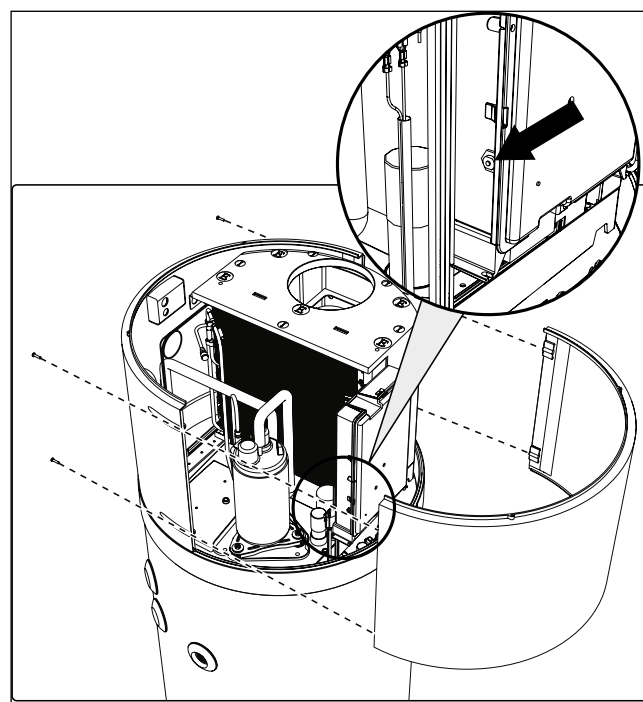

fig. 72- Extracción del panel frontal
- Retire el panel frontal y restablezca manualmente el termostato de seguridad accionado (fig. 72). En caso de accionamiento, el pasador central del termostato sobresaldrá unos 2 mm.